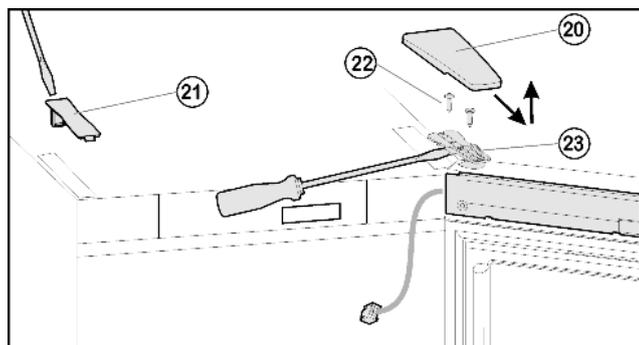
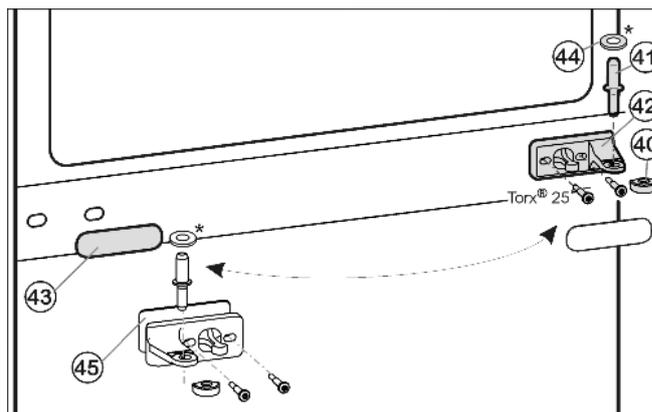
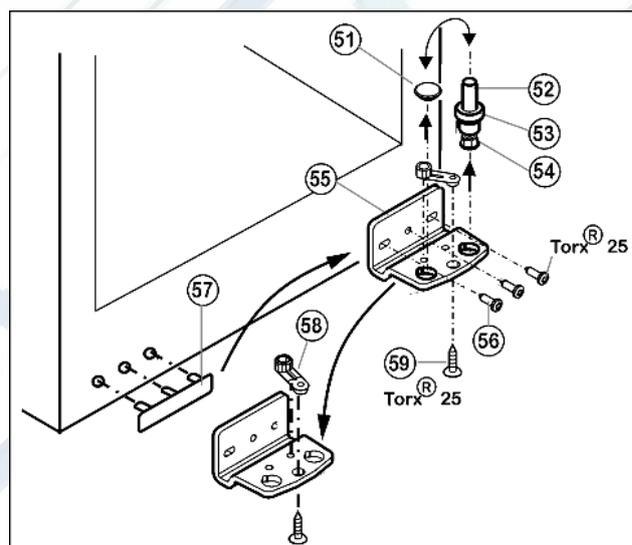

Fig. 6
Fig. 7
Fig. 8
- ▶ Крышку Fig. 6 (20) снимите движением вперед и вверх
- ▶ Снимите крышку Fig. 6 (21).
- ▶ Полностью выверните винты Fig. 6 (22).
- ▶ Снимите дверцу вместе с опорным кронштейном Fig. 6 (23) и кабелем вверх. Для снятия, возможно, понадобится осторожно подцепить опорный кронштейн снизу шлицевой отверткой.
- ▶ Вытащите из опорного кронштейна и нижней дверцы средний опорный палец Fig. 7 (41).
- ▶ Снимите пластмассовый колпачок Fig. 7 (40).
- ▶ Открутите средний опорный кронштейн Fig. 7 (42) (2 шт. Torx® 25).
- ▶ Осторожно снимите накладку Fig. 7 (43).
- ▶ Прикрутите средний опорный кронштейн Fig. 7 (42) с подкладкой Fig. 7 (45) с поворотом на 180° на новую сторону шарнира (с моментом 4 Нм).
- ▶ Защелкните накладку Fig. 7 (43), повернув на 180°, на стороне, где теперь будет ручка.
- ▶ Извлеките опорный винт Fig. 8 (52) в комплекте с шайбой Fig. 8 (53) и регулируемой опорой Fig. 8 (54), вытягивая его вверх.
- ▶ Снимите пробку Fig. 8 (51).
- ▶ Открутите Fig. 8 (56) опорный кронштейн Fig. 8 (55).
- ▶ Открутите Fig. 8 (59) опорную деталь Fig. 8 (58) и, переставив в отверстие на противоположной стороне опорного кронштейна, снова прикрутите.
- ▶ Осторожно снимите и переставьте на противоположную сторону крышку со стороны ручки Fig. 8 (57).
- ▶ Снова прикрутите опорный кронштейн Fig. 8 (55) на новой стороне шарнира (с моментом 4 Нм). При необходимости используйте аккумуляторный шуруповерт.
- ▶ Переставьте пробку Fig. 8 (51) в свободное отверстие.
- ▶ Вновь установите опорный винт Fig. 8 (52) в комплекте с шайбой и регулируемой опорой. При этом фиксатор должен быть направлен назад.
- ▶ Установите дверь сверху на опорный палец *Fig. 8 (52)*.
- ▶ Снова наденьте пластмассовый колпачок *Fig. 7 (40)* на средний опорный кронштейн *Fig. 7 (42)*.
- ▶ Вставьте средний опорный палец *Fig. 7 (41)* через средний опорный кронштейн *Fig. 7 (42)* в нижнюю дверцу.
- ▶ Установите верхнюю дверцу на средний опорный палец *Fig. 7 (41)*, закройте дверцу и установите верхний опорный кронштейн *Fig. 6 (23)* так, чтобы он защелкнулся в верхней стороне устройства.
- ▶ Закрутите опорный кронштейн *Fig. 6 (23)* (с усилием 4 Нм). При необходимости просверлите отверстия или используйте аккумуляторную отвертку.
- ▶ Защёлкните крышку *Fig. 6 (20)* и крышку *Fig. 6 (21)*.
- ▶ При необходимости выровняйте дверцы через два продольных паза в нижнем опорном кронштейне *Fig. 8 (55)* и среднем опорном кронштейне *Fig. 7 (42)* параллельно корпусу устройства. Для этого выкрутите средний винт на нижнем опорном кронштейне *Fig. 8 (55)*.